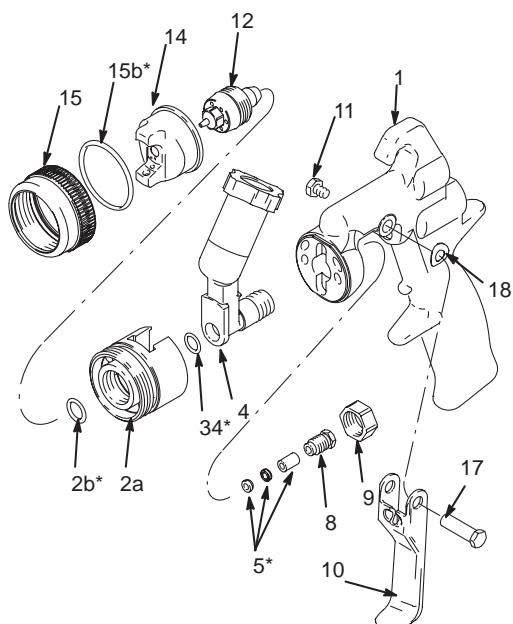

Fig. 23
1. Med sprøytehuset (2a) fjernet fra adapteren (4) bruk en mekanisk hake til å fjerne o-ringen (2b) fra huset (2a).
2. Fjern o-ringen (34) fra adapteren (4). Se fig. 23.